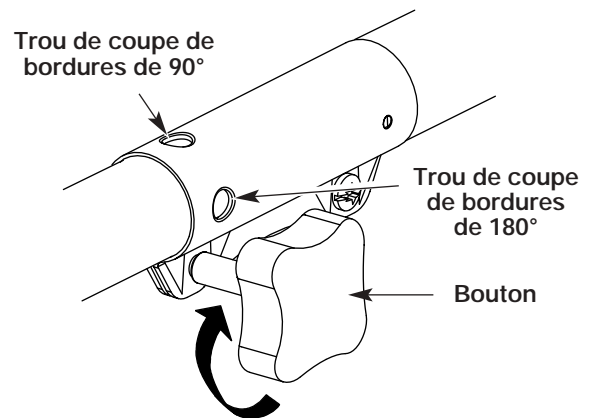

Fig. 21
3. Serrez le bouton en le tournant à droite (Fig. 21).
Pour couper les bordures à l'aide de la tête d'accessoire de coupe sur les modèle EZ-LinkMC, verrouillez le bouton de déclenchement de l'accessoire de coupe dans le trou de 90° ou de 180° (Fig. 21).